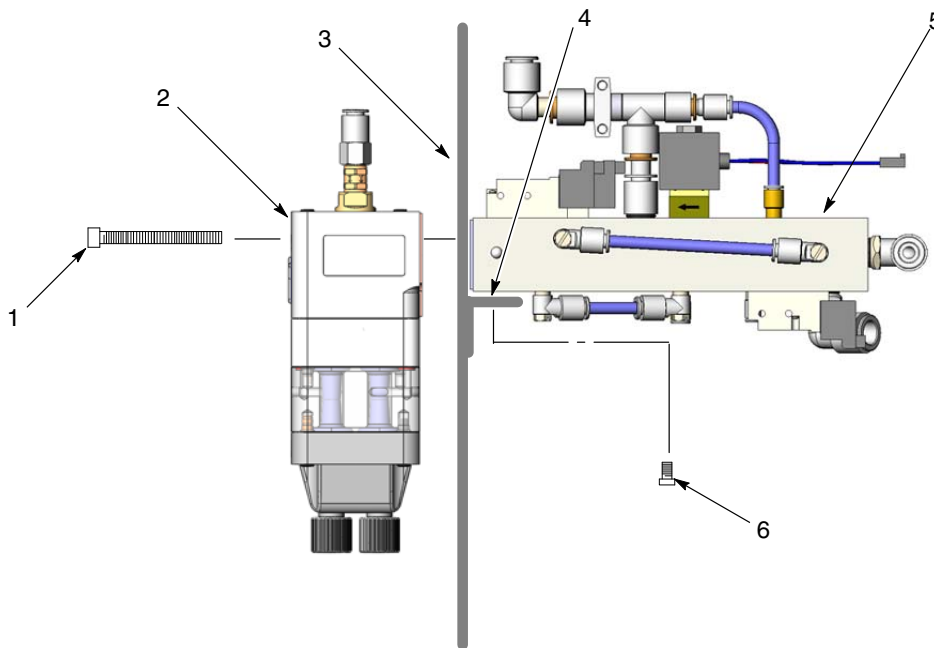

Figura 20 Montagem da bomba e do colector
1. Consulte a figura 20. Verifique se as juntas da bomba (2) e do colector (5) estão danificadas. Se as juntas estiverem danificadas, substitua-as.
2. Coloque o colector na consola de suporte (4) encostado à parede do painel de bombas (3). Fixe o colector com os parafusos de montagem (6), mas não aperte os parafusos.
3. Fixe a bomba ao painel de bombas e ao colector utilizando os parafusos de montagem (1) da bomba. Aperte bem os parafusos de montagem da bomba.